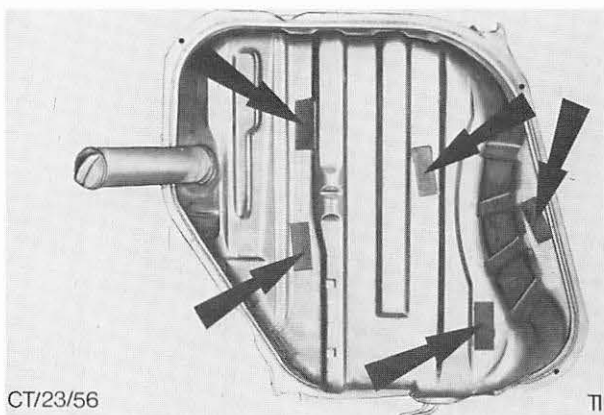

Abb. 11 Kraftstoffbehälter
12. Sicherstellen, daß die 5 Zwischenlagen (Abb. 11) an den gezeigten Stellen auf dem Kraftstoffbehälter richtig angeklebt sind.